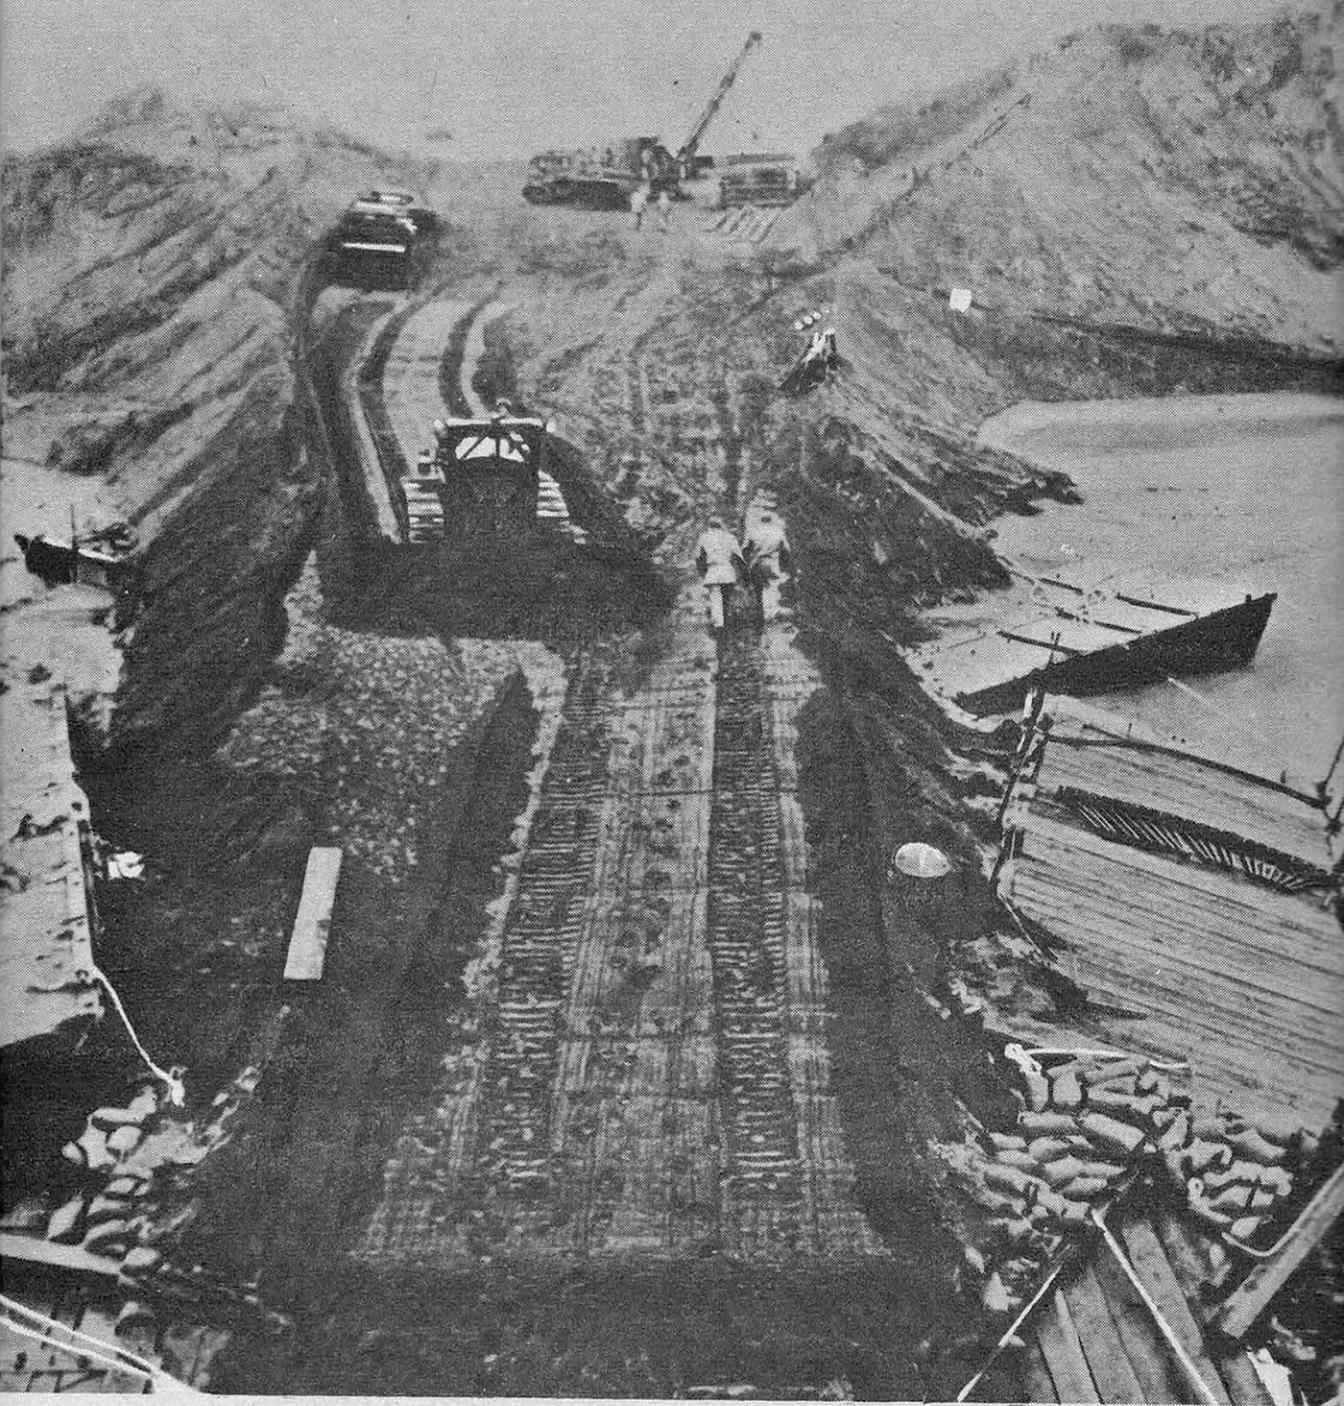

FIG. 1. — LES BULLDOZERS PRÉPARENT LA SUBSTRUCTURE D'UNE PISTE D'ENVOL QUI SERA RECOUVERTE D'UN TAPIS SOUPLE EN ACIER OU EN ALUMINIUM (U. S. INF. S.)
- niveler le sol pour faire la piste d'envol ou d'atterrissage d'un aérodrome (1) (fig. 1) ;